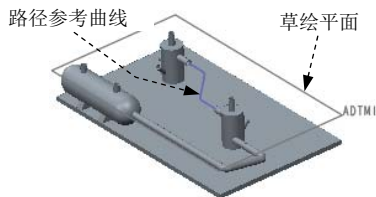
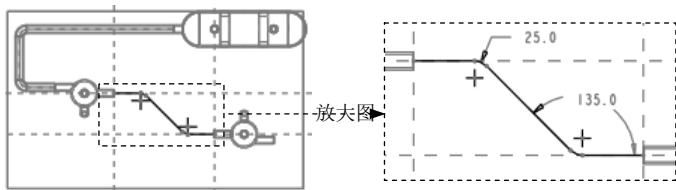

图 16.2.21 管道路径参考曲线
图 16.2.22 绘制草图
Step1. 绘制图 16.2.21 所示的管道路径参考曲线。在 **管道** 功能选项卡的 **基准** ▾ 下拉列表中单击按钮，选取图 16.2.21 所示的 ADTMI 为草绘平面；单击按钮，在 ASM_RIGHT 为参考平面，方向为**右**，单击按钮；绘制图 16.2.22 所示的草图，完成后单击按钮，退出草绘环境。
Step4. 在 **管道** 功能选项卡的 **布线** 区域中单击 **跟随** ▾ 按钮后的▾，选择 **跟随草绘** 命令，然后选取图 16.2.21 所示的路径参考曲线；在系统弹出的“跟随草绘”对话框中设置图 16.2.23 所示的参数，单击按钮。